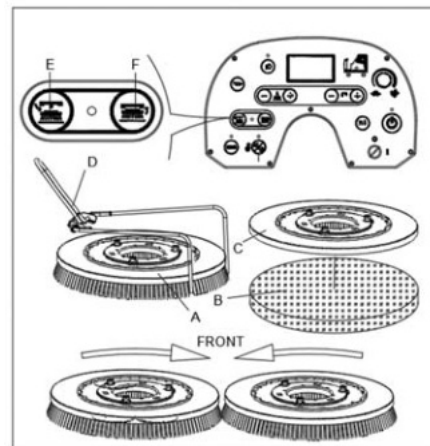

Рис. 8
Установите щетку (А, Рис. 8) или подкладку (В и С, Рис. 8) в соответствии с типом пола для уборки.
2. Разместите щетки (А, рис. 8) или держатели пэдов (В, рис. 8) под щеточной декой. Используйте установочный упор щетки (D, рис. 8), чтобы найти и установить правильное положение щетки/держателя подушечки.
3. Для щетки/держателя пэда поднимите деку, нажав на кнопку разблокировки щетки/пэда (F, рис. 8), после чего щетка/пэд подкладки будут автоматически разблокированы. Показано направление вращения (рис. 8). Светодиодный индикатор будет мигать.
1. Вставьте ключ зажигания (53, рис. 3) и поверните его в положение «I». Убедитесь, что щетка/держатель колодки находится в поднятом положении (UP) положении. Для щетки/держателя пэда поднимите деку, нажав на кнопку разблокировки щетки/пэда (E, рис. 8), после чего щетка/пэд подкладки будут автоматически разблокированы. Светодиодный индикатор будет непрерывно гореть.